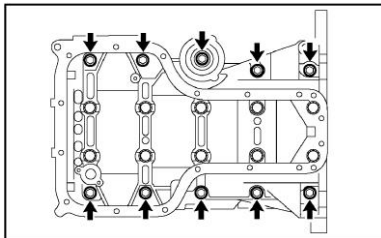

Рисунок II-197
1) Отверните 10 крепежных болтов сверху и снизу корпуса коленчатого вала (см. Рисунок II-197)